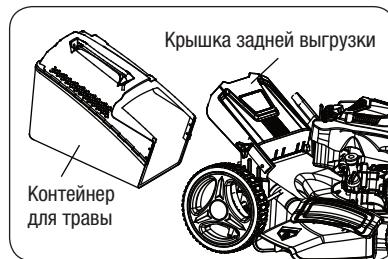

Рис. 5
**УСТАНОВКА КОНТЕЙНЕРА ДЛЯ ТРАВЫ НА ГАЗОНОКОСИЛКУ** (Рис. 5).